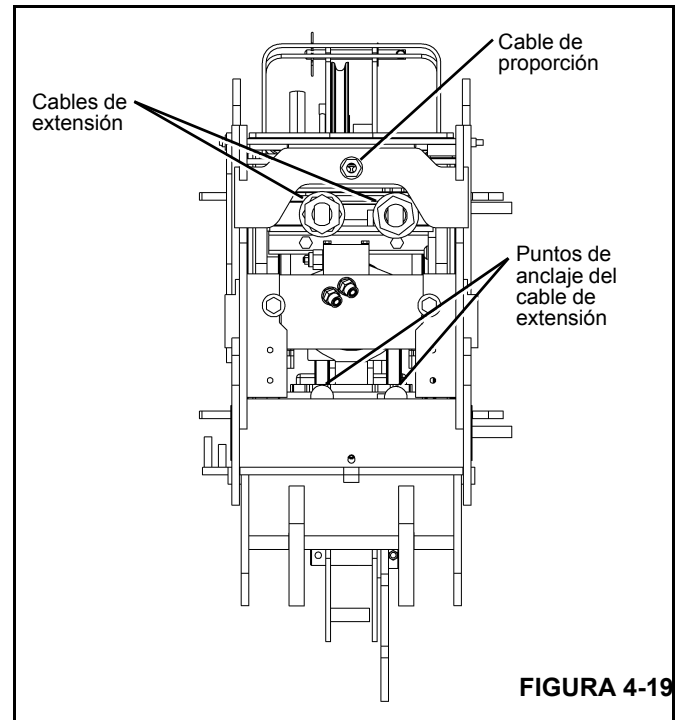

FIGURA 4-19
1. Apriete todos los cables ligeramente. Extienda y retraiga la pluma aproximadamente 4 pies (120 cm) varias veces para igualar las posiciones de secuencia de los cables de extensión y retracción (Figura 4-19).
6. Apriete el cable de proporción a 9 lb-pie (12.2 Nm). El punto de ajuste de los cables se encuentra en la parte trasera de la pluma, en la barra transversal del malacate que atraviesa la 1ª sección (Figura 4-19).